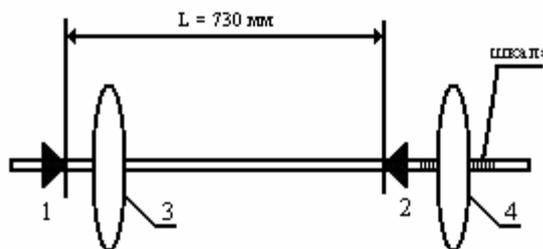

Рис. 3. Универсальный (обратный) маятник.
**Прибор.** Обратный маятник состоит из стержня с двумя опорными призмами 1 и 2 (рис.3)